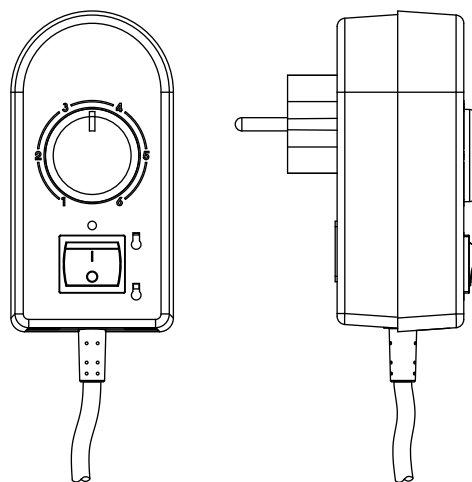

Рис. 2
**Регулятор R10A в штепсельной розетке всегда должен быть размещен в вертикальном положении** таким образом, чтобы кабельный вывод из регулятора выходил всегда вниз (см. рис. 2). Другое рабочее положение регулятора недопустимо.